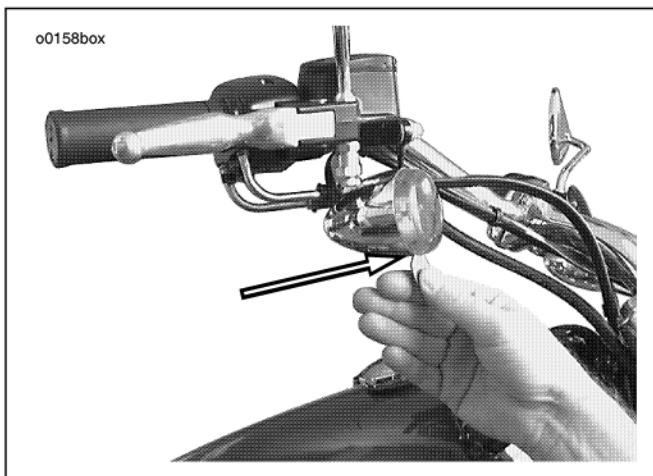

Figura 19. Tacca del trasparente degli indicatori di direzione (modelli FXSTD/I)
1. Vedere la Figura 19. Per avere accesso alle lampadine degli indicatori di direzione anteriori o posteriori per sostituirle, individuare la tacca sul cappuccio dei trasparenti gialli degli indicatori di direzione.